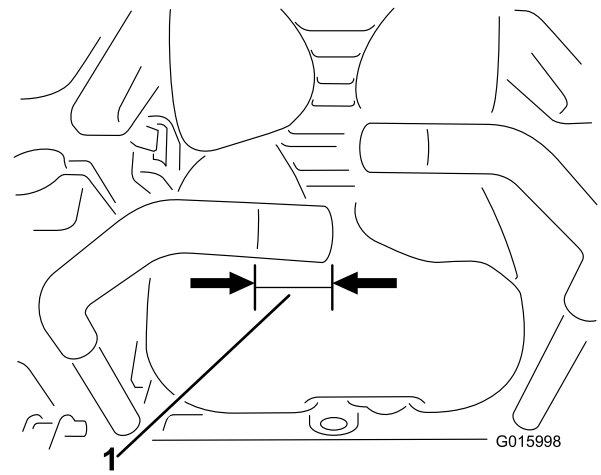

Figura 8
1. Recorte 40 mm de la palanca de control de movimiento de la derecha (Figura 8). Utilice una resina de époxi de dos componentes para pegar el adaptador de montaje del interruptor a la palanca de control de movimiento (Figura 8).